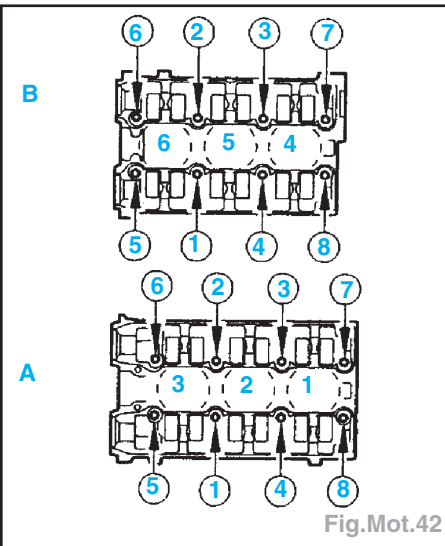

Fig.Mot.42
- Serrer les vis de 1 à 8 (Fig.Mot.42) :